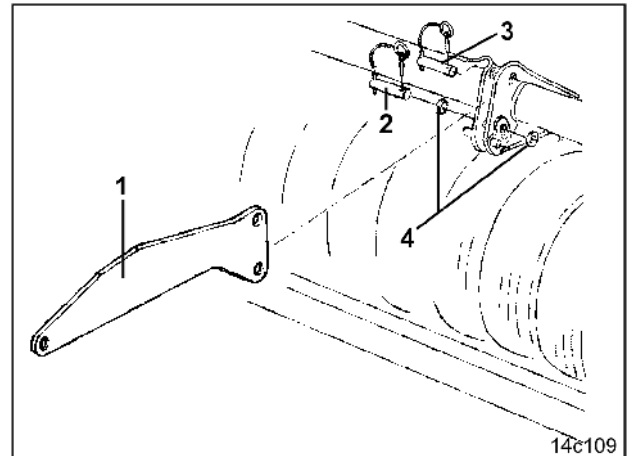
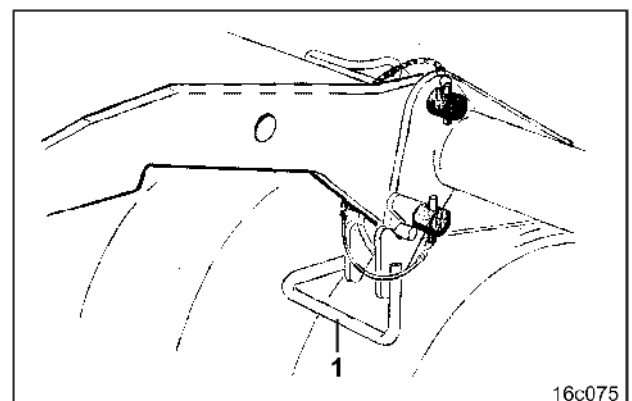

Fig. 58
Fig. 59
Tragarme (Fig. 58/1) zur Montage bzw. Demontage der Walzen immer mit zwei Bolzen (Fig. 58/2 und Fig. 58/3) an den Walzen abstecken.
Die oberen Bolzen (Fig. 58/3) sind, bis auf einige Ausnahmen zu entfernen, sobald die Kombination mit einer Aufbau-Sämaschine ausgerüstet und die Aufbau-Sämaschine an Bodenbearbeitungsmaschine und Walze befestigt ist. Genaue Montagehinweise finden Sie in der jeweiligen Betriebsanleitung zu Ihrer Aufbau-Sämaschine.
**Stecken Sie die unteren Bolzen (Fig. 58/2) mit 2 Scheiben (Fig. 58/4) ab, um zu verhindern, dass die Bolzen aus den Langlöchern des unteren Dreipunktes heraus wandern können.**
Befestigen Sie, falls erforderlich, auch gleich die Bremse (Fig. 59/1) der Reifenpackerwalze. Beim Abstecken der Bremse werden die beiden Scheiben (Fig. 58/4) nicht montiert.